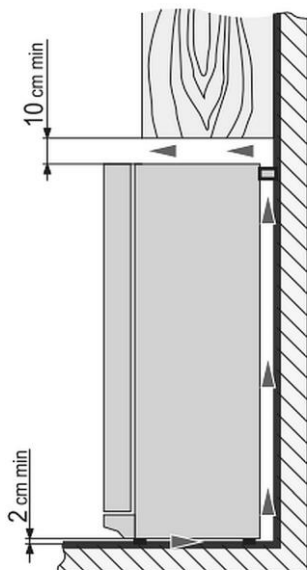

Fig. 6
- Assurer une distance d'au moins 10 cm entre la partie supérieure de l'appareil et les objets se trouvant au dessus (p.ex. les placards) (fig. 6).